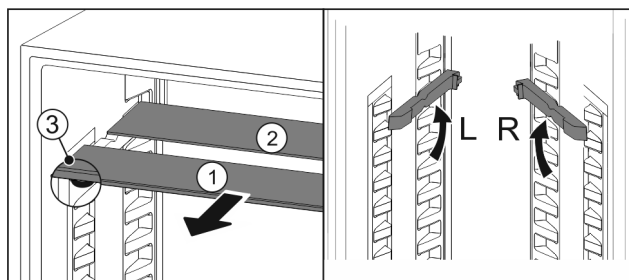

Fig. 50
- ▶ Tõmmake Fig. 50 (1) klaasplaadid üksikult ettepoole välja.
- ▷ Iluist klaasplaat Fig. 50 (1) asub ees.
- ▷ Pidurid Fig. 50 (3) on suunatud allapoole.